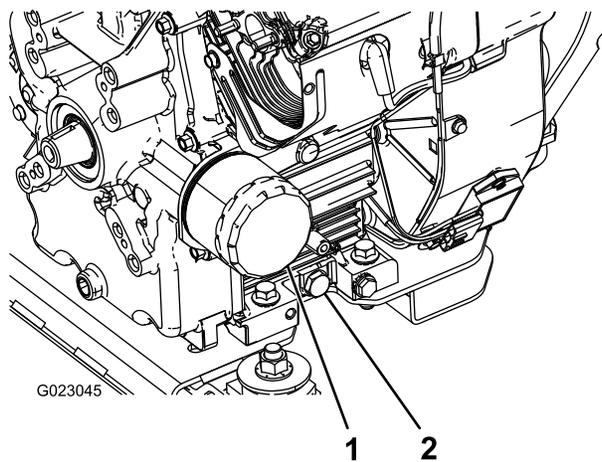

図 38
5. ドレンプラグを抜く **図 38**。
2. オイルフィルタを外す **図 38**。
5. アダプタに新しいフィルタを取り付ける。ガスケットがアダプタに当たるまで手でねじ込み、そこから更に 1/2 回転増し締めする **図 38**。